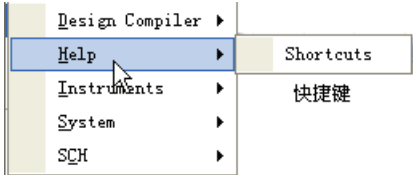

图 5-9 帮助面板标签包含的面板
(2) 帮助面板标签 **Help** 中有 1 个面板，“快捷键”给出了各种操作的快捷键对应表，如图 5-9 所示。